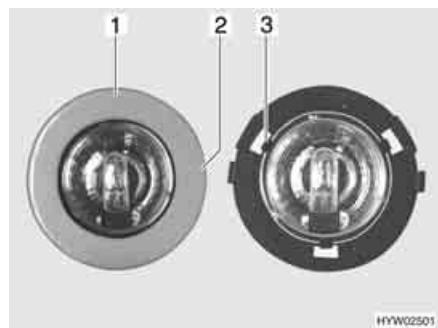

Fig. 251 Lampada alogena a incasso
- Girare lentamente il diaframma (Fig. 251,1) finché il nasello (Fig. 251,2) dell'involucro non si arresta a scatto nella scanalatura sottostante del diaframma.
- Tre griffe (Fig. 251,3) tengono ferma la lastra di vetro della lampada alogena nell'involucro. Spingere di lato una delle tre griffe.